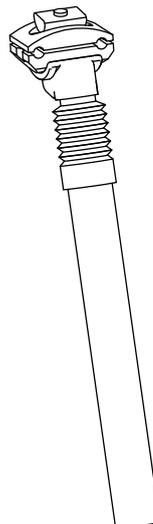

Abb. 26
- Einstellbare Sattelstütze mit Dämpfung Abb. 26.